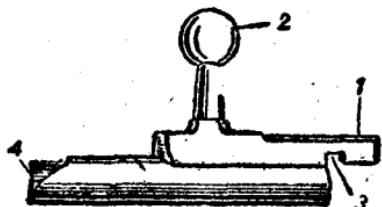

图12 机体
1. 机体(图12、13)：连接机头与机尾。上有机柄、保险槽、撞針室和螺形缺口。